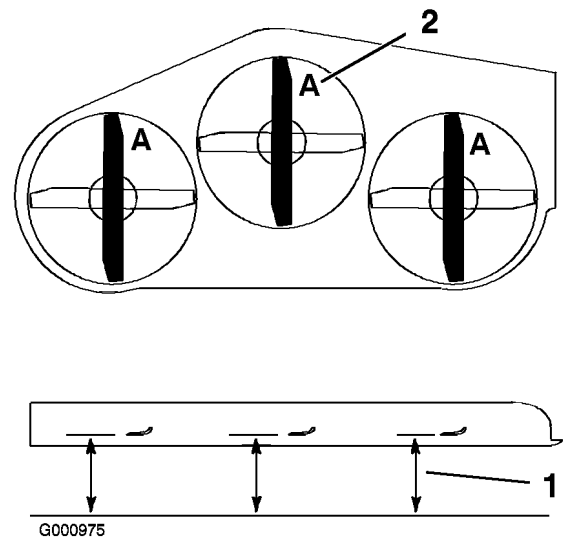

Figure 65
3. Tournez les lames dans le sens longitudinal (Figure 65). Mesurez la distance entre la surface plane et le tranchant (position **A**) des lames (Figure 65) et notez cette valeur.